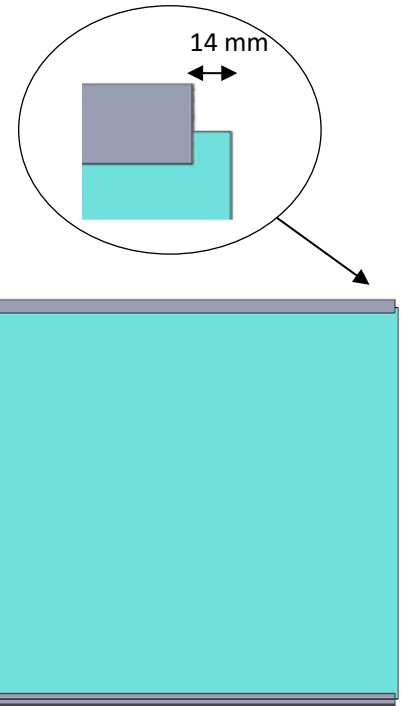

Figura 37
- Realizar el pegado a tope contra el cristal y dejar una separación de 14 mm en los extremos del cristal (figura 37).